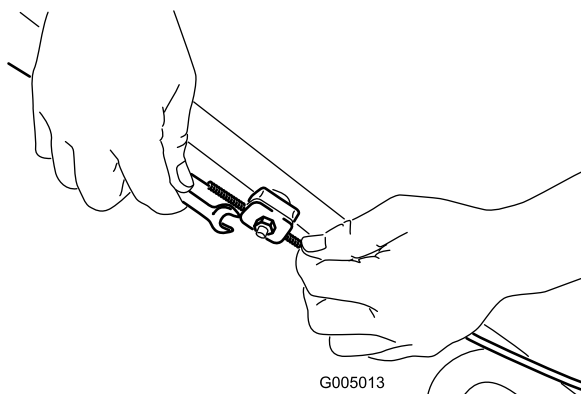

Bild 29
1. Lösen Sie die Kabelstützenmutter (Bild 29).